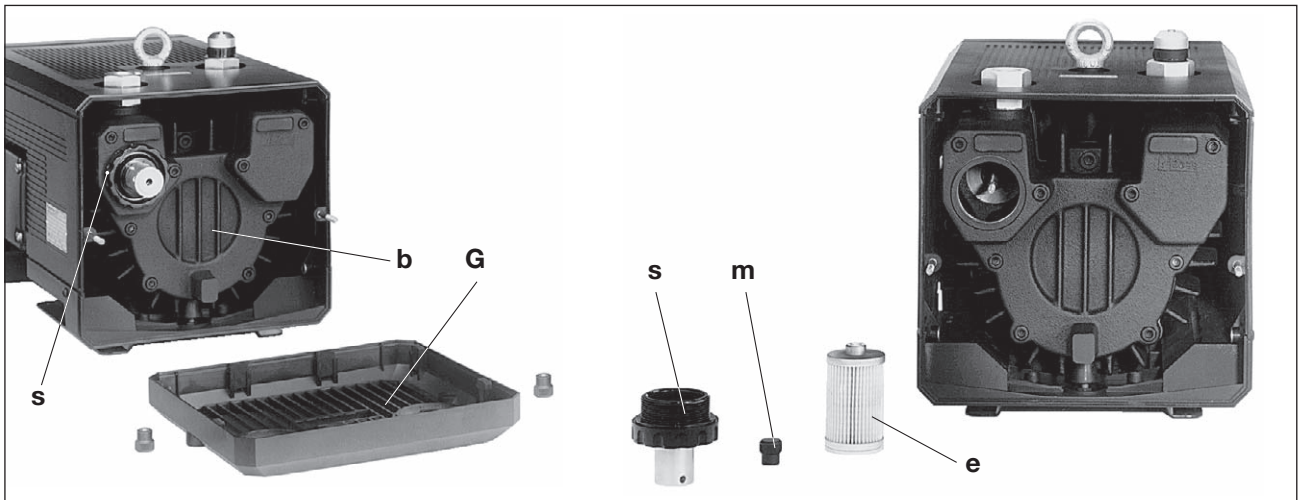
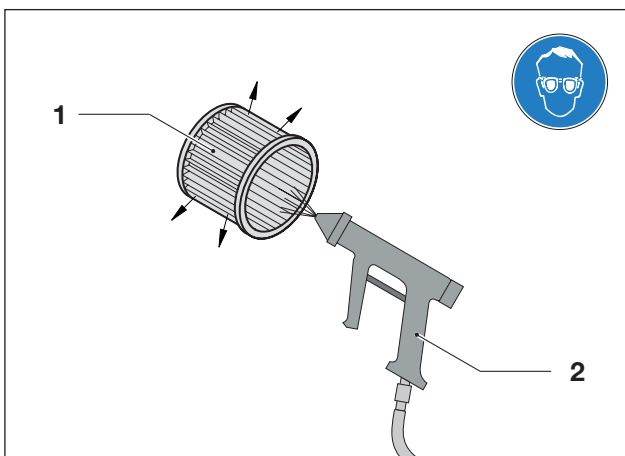
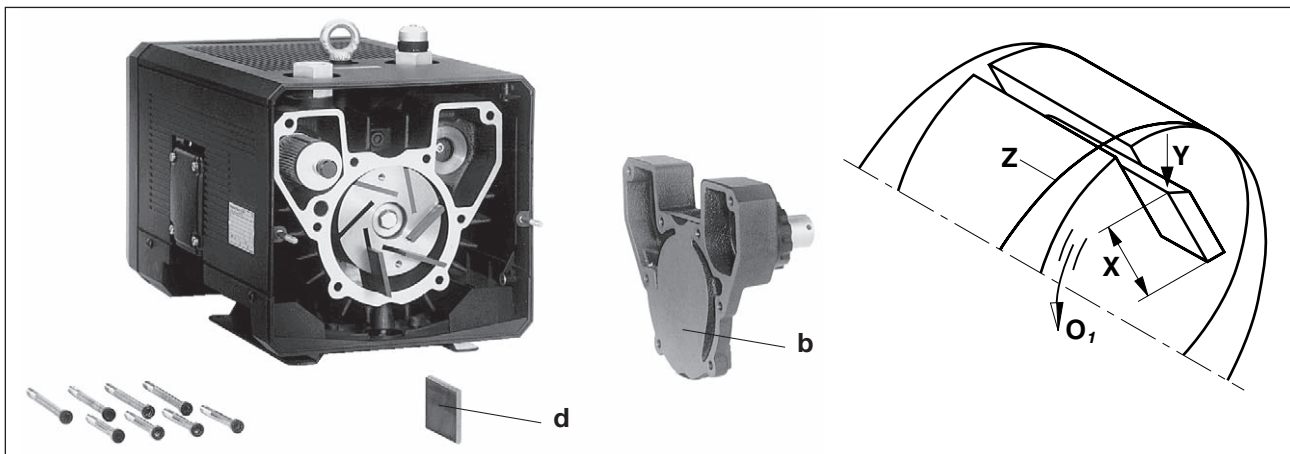

Abb. 5 Luftfilterung
Abb. 6 Filterpatrone ausblasen
Abb. 7 Lamellenwechsel
Die Filterpatrone (Abb. 5/e) für Saugluft ist monatlich oder je nach Verunreinigung öfters durch Ausblasen von innen nach außen zu reinigen. Trotz Reinigen des Filters wird sich dessen Abscheidungsgrad zunehmend verschlechtern. Deshalb sollte der Filter halbjährlich erneuert werden.
V-V-VTN (01) - (11): Ausblasgitter (Abb. 5/G) abschrauben.
Schraubdeckel (Abb. 5/s) und Rändelknopf (Abb. 5/m) lösen. Filterpatrone (Abb. 5/e) herausnehmen und reinigen bzw. austauschen. Der Zusammenbau erfolgt in umgekehrter Reihenfolge.
V-VTN (01) - (11): Ausblasgitter (Abb. 5/G) abschrauben. Gehäusedeckel (Abb. 7/b) vom Gehäuse abschrauben. Lamellen (Abb. 7/d) zur Überprüfung herausnehmen. Alle Lamellen müssen eine Mindesthöhe (Abb. 7/X) haben:
Gehäuse und Rotorslitze ausblasen. Lamellen in die Rotorslitze einlegen. Beim Einlegen ist darauf zu achten, dass die Lamellen mit der schrägen Seite (Abb. 7/Y) nach außen zeigen und diese Schräge in Drehrichtung (Abb. 7/O1) mit dem Verlauf der Gehäusebohrung (Abb. 7/Z) übereinstimmt. Gehäusedeckel (Abb. 7/b) und Ausblasgitter (Abb. 6/G) anschrauben. Vor Inbetriebnahme den freien Lauf der Lamellen durch Drehbewegung des Ventilators überprüfen, dazu Ansauggitter (Abb. 2/G1) oder Schutzhaube (Abb. 3/G2) abschrauben.